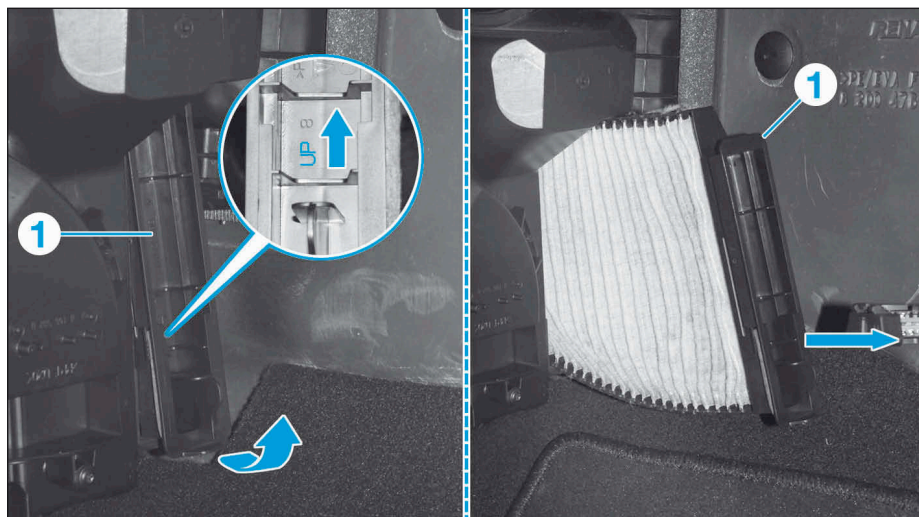

FIG.1
• Dans l'habitacle, aux pieds du côté passager avant, dégraffer, en commençant par le bas, le filtre à air d'habitacle (1) puis tirer sur son couvercle vers la droite pour le sortir (Fig.1).